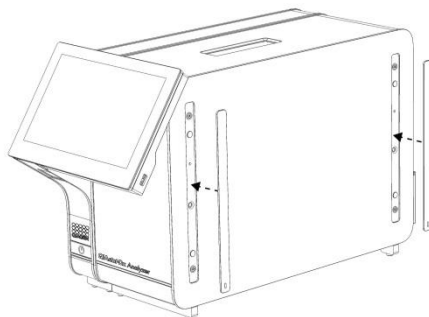

Рис. 4. Повторное прикрепление защитных наклеек.
4. Снова прикрепите защитные наклейки к боковой стороне аналитического модуля (рис. 4).